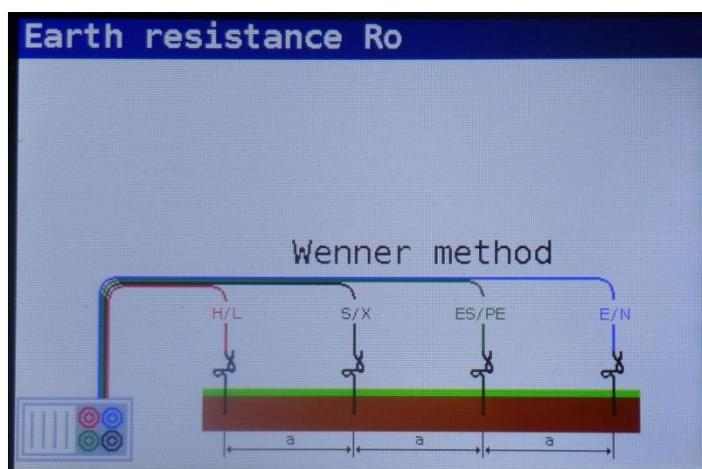

Figura 5-51: Esquema de conexión
**Paso 3** Siga el esquema de conexiones de la figura 5.51 para realizar la medida de **Specific Earth Resistance**.